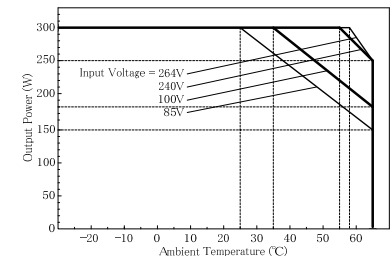

図3
- ・本製品の出力電力は図3のグラフで示すように周囲温度で制限されています。動作条件をご確認の上、ご使用願います。